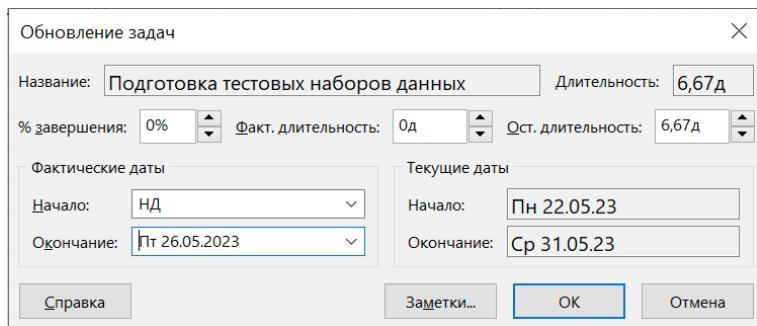

Рисунок 21 – Учет фактических параметров 2
- подготовка тестовых наборов данных завершилась на 3 дня раньше (рисунок 21);